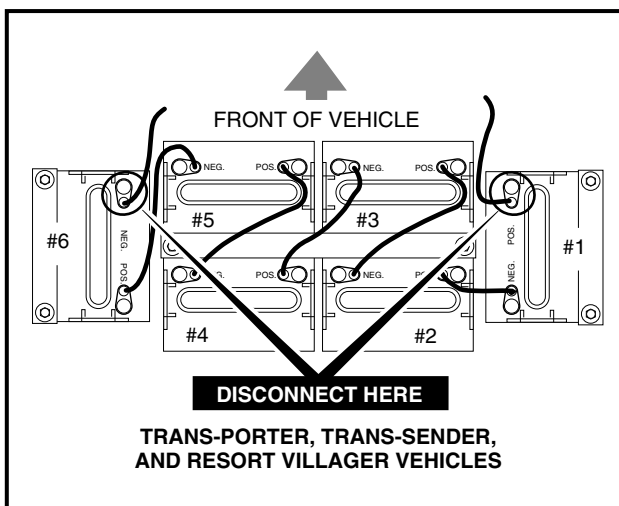

FIGURE 24
- TO AVOID UNINTENTIONALLY STARTING THE VEHICLE, DISCONNECT THE BATTERIES AS SHOWN (**SEE FIGURES 24 AND 25**) AND DISCHARGE THE CONTROLLER AS FOLLOWS: